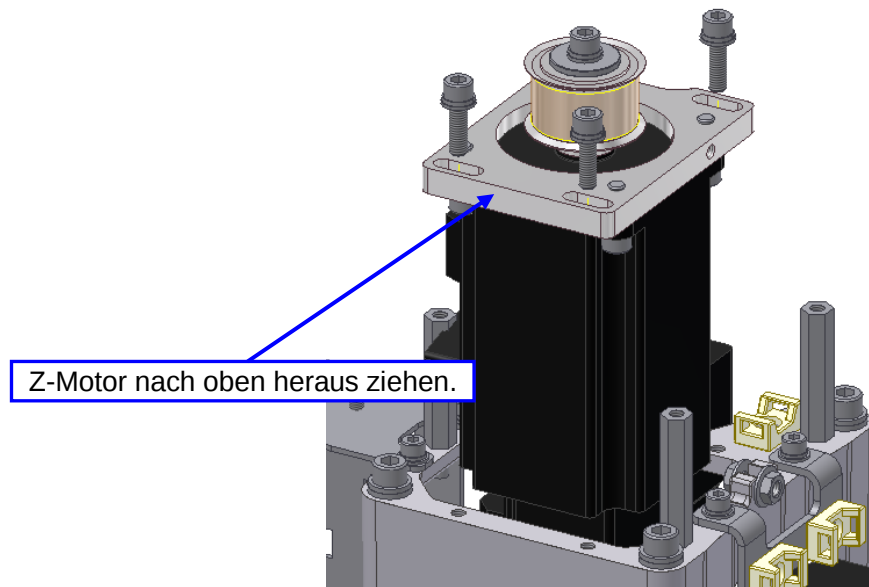

Bild 5-25 Entfernen des Z-Achsenmotors
- (7) Pull up Z-Achse motor to remove it. (Siehe Bild 5-25.)